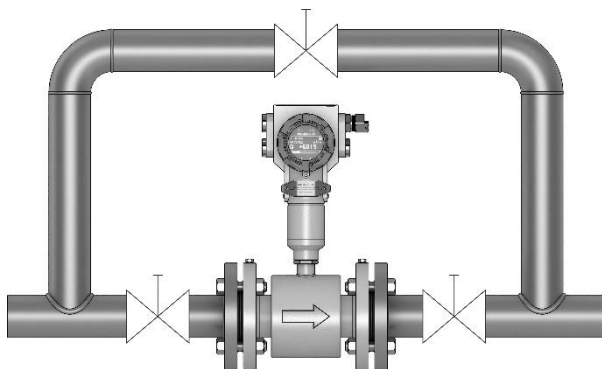

Рисунок 3.9 – Монтаж расходомера (в узел байпаса)
3.1.4.9 Монтаж расходомера в узел байпаса рекомендуется выполнять на основную магистраль (рисунок 3.9). При измерении расхода задвижки должны быть полностью открыты.